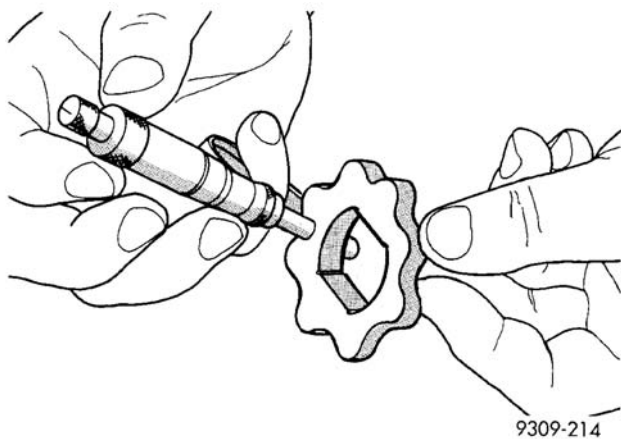

图 114 测量内转子厚度
- （4）若内转子测量得的厚度为 7.64mm(0.301in.) 或更少则更换内转子（图 114）。